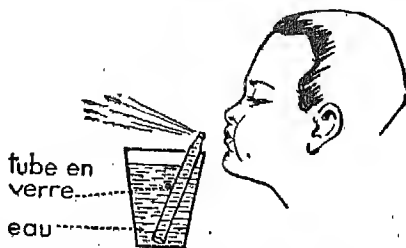

Fig. 5. — Principe du gicleur. De fines gouttelettes d'eau giclent par l'extrémité rétrécie du tube lorsque le garçon souffle fortement ; faites l'expérience.
1^o Le carburateur : il prépare le mélange explosif d'air et de vapeur d'essence qui constitue les gaz frais aspirés dans le cylindre pendant le premier temps de chaque cycle (fig. 5 et 6).
1. Nous verrons (page 518, fig. 5) que le bloc moteur d'une voiture automobile comporte outre le moteur deux autres organes (embrayage et boîte de vitesse).